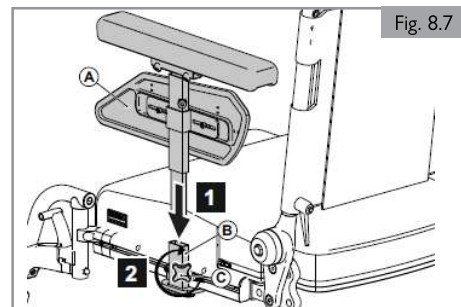

Fig. 8.7
1. Tournez (A) de quelques tours.
2. Retirez (B).
**Installation de l'accoudoir (Fig. 8.7)**
1. Glissez (A) dans (B).
2. Tournez (C) de quelques tours.